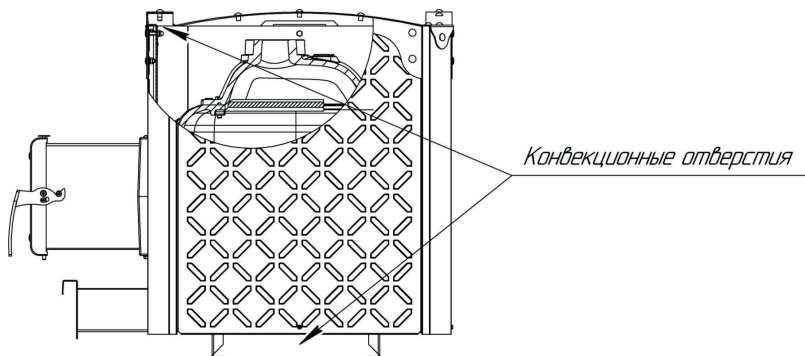

Рисунок 3 — Расположение конвекционных отверстий печи «БЫЛИНА (1.2)»
**ВНИМАНИЕ!** Запрещается перекрывать конвекционные отверстия в нижней (со стороны дна топки) и верхней (со стороны каменки) части печи «БЫЛИНА (1.2)» или затруднять конвекцию любым другим способом (рисунок 3).